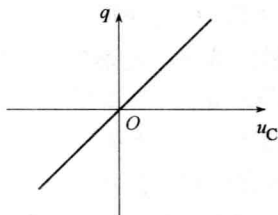

图 1-1-11 电容元件的库伏特性曲线
① 线性电容的  $q \sim u$  特性是过原点的直线,如图 1-1-11 所示。